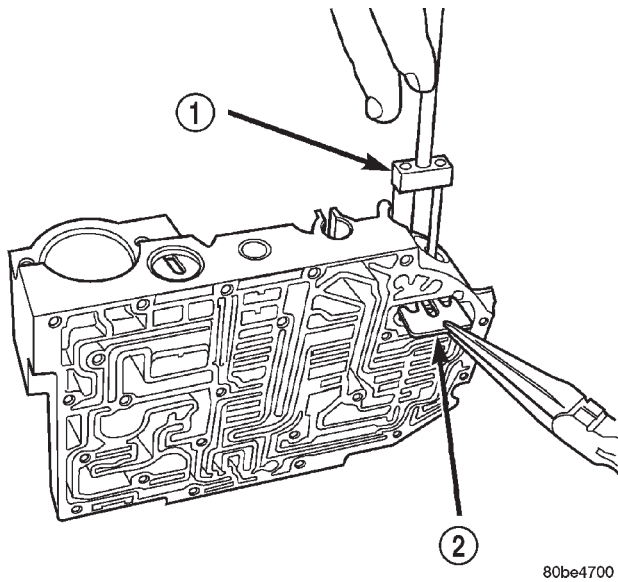

Fig. 331 Desmontaje de la placa fiadora doble con la herramienta 6301
(13) Retire la placa fiadora doble con la herramienta 6301 (Fig. 331).